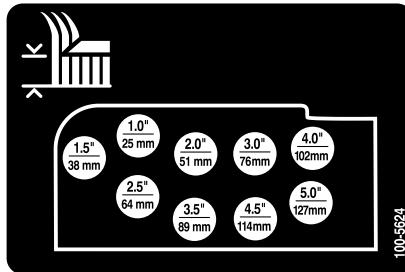

Рисунок 25
10. Закрепите цепи регулировки высоты скашивания в требуемом отверстии с помощью шпллинтуемого штифта и игольчатого шпллина (Рисунок 25).